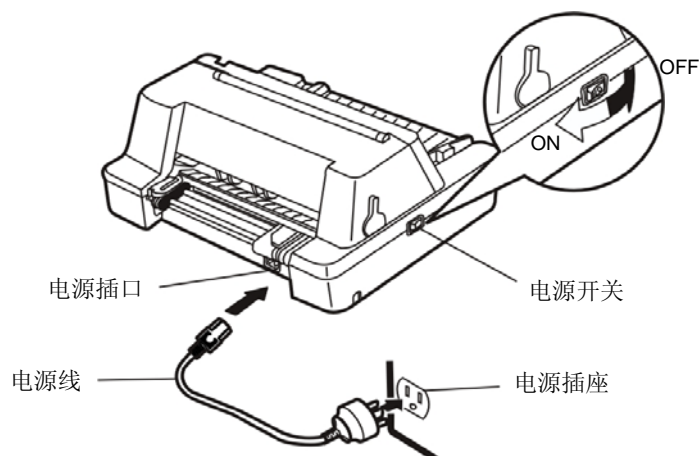

图 2-13 连接电源线到打印机
1. 如图 2-13 所示，确保打印机为关机状态（当开关被按下的一侧在“O”标注处时为关机状态）。
- .. 电源开关操作方式（如图 2-13 所示）